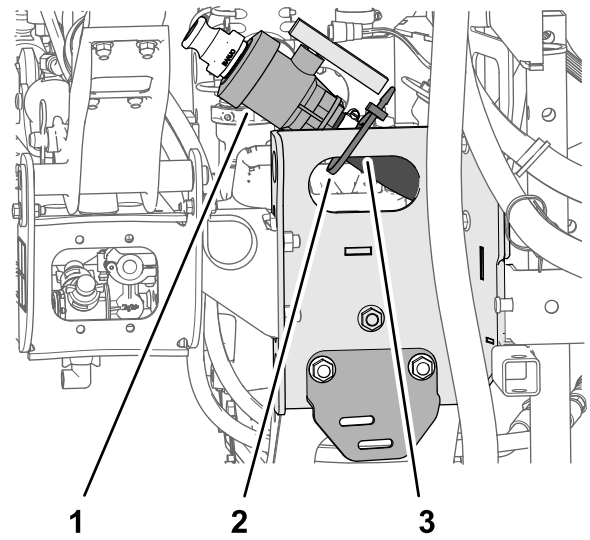

Bild 13
1. Entfernen Sie den Kabelbinder, mit dem das Ablassventil und der Schlauch für den Sprühbehälter am Gestellkanal befestigt sind (Bild 13).